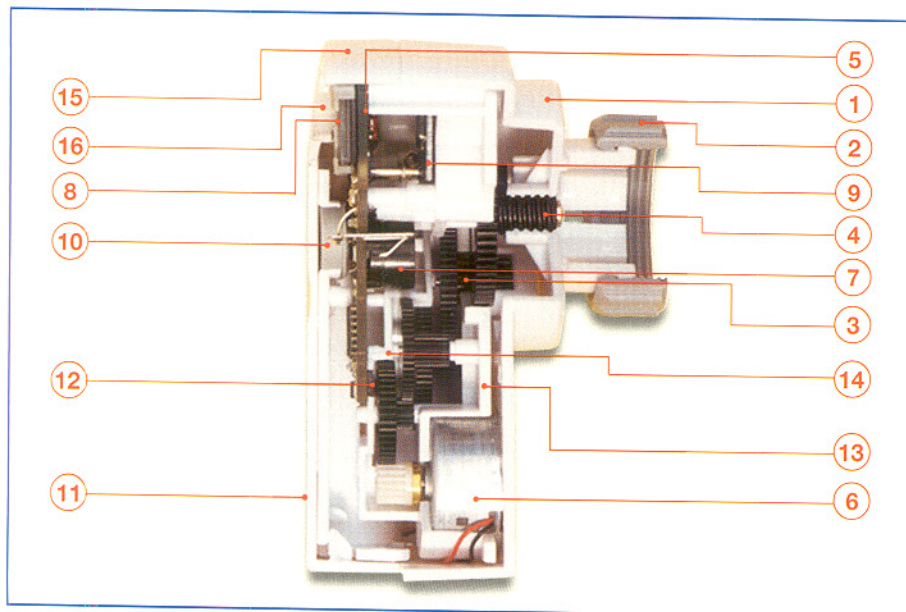

Bild 10: Das Schnittmodell des Ventiltriebs zeigt die Komplexität von Mechanik und Elektronik. Erläuterungen siehe Text.
Das Schnittmodell in Abbildung 10 ermöglicht einen Einblick in den Aufbau. Die untere Gehäuseschale (1) ist mit einer Überwurfmutter M30 x 1,5 mm (2) versehen, mit der der Antrieb auf das Ventil aufgeschraubt wird. In dem Unterteil befindet sich das Antriebsrad (3), das über eine Gewindeschnecke (4) die Drehbewegung in eine Längsbewegung wandelt.